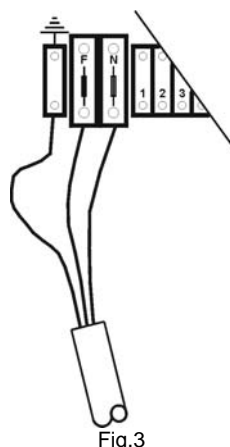

Fig.3
- 4) **Alimentare** elettricamente l'impianto tramite un interruttore magnetotermico (optional), seguendo tutte le normative vigenti, avendo cura di tagliare i conduttori in modo che il cavo GIALLO-VERDE di terra sia leggermente più lungo degli altri due. Questa precauzione, in caso di distacco accidentale, consente al cavo di terra di uscire per ultimo dalla morsettiera.(Fig.3)